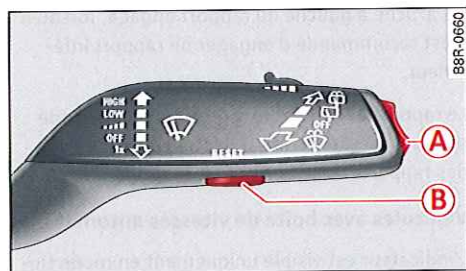

Fig. 12 Levier d'essuie-glace : commande de l'ordinateur de bord
Appuyez sur la touche **RESET** (B) → page 23, fig. 12 pour sélectionner successivement les fonctions des ordinateurs de bord 1 et 2 et le programme d'efficacité*.
- Pour obtenir l'affichage des niveaux de mémoire de l'ordinateur de bord, pressez la touche **[RESET]** (A) ⇒ *fig. 12* jusqu'à ce que le niveau de mémoire souhaité s'affiche à l'écran.
- Pressez plusieurs fois la touche **RESET** $\Rightarrow$ page 23, fig. 12 jusqu'à ce que le programme d'efficacité s'affiche.
- Pressez plusieurs fois le sélecteur de fonction $\Rightarrow$ page 23, fig. 12 A dans le programme d'efficacité pour que l'indicateur élargi de changement de rapport s'affiche à l'écran.